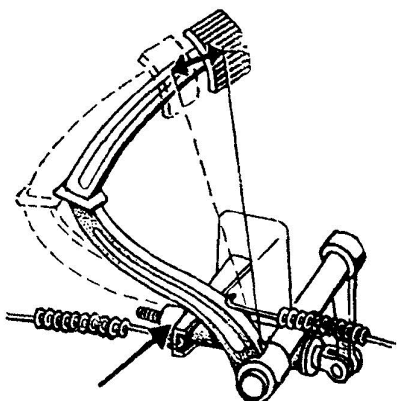

Рис. 5.6. Регулювання вільного ходу педалі зчеплення
16. Перевірити вільний хід педалі зчеплення (рис. 5.6).